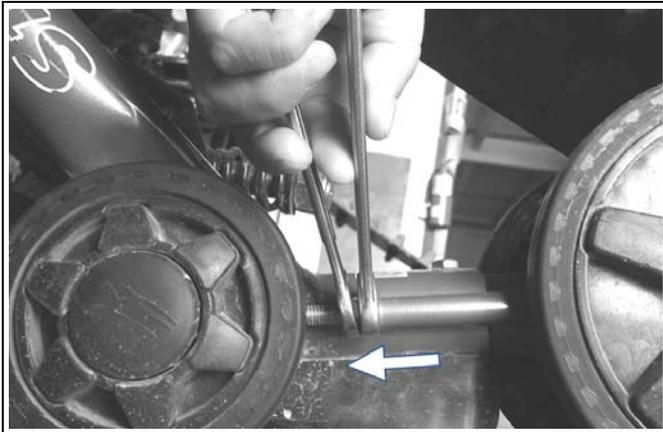

Figure 21
- Régler la tension de la chenille au minimum (voir la Figure 21).